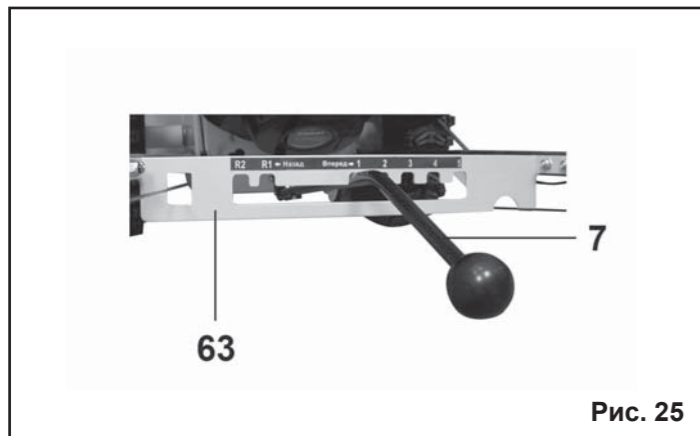

Рис. 25
8.4. Переключение передач (Рис.25).